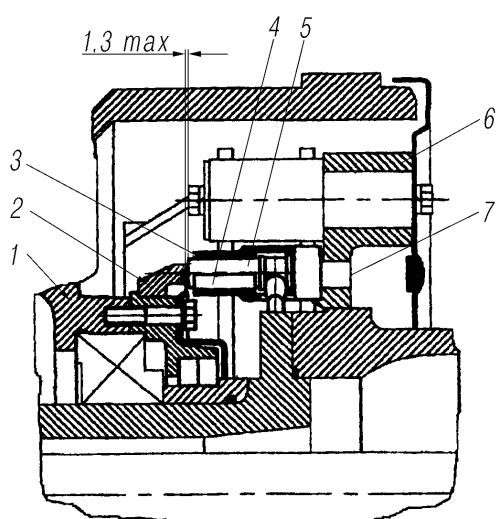

Рис. 62. Установка датчика АБС в колесном узле заднего моста:
**Индуктивный датчик** (рис. 62) устанавливается в тормозных механизмах передних и задних колес. Вращение колес контролируется при помощи импульсного зубчатого кольца напрессованного на ступицу.